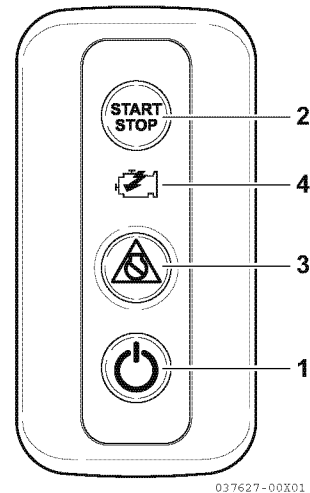

Figura 1
4. Prima o interruptor de energia no painel de interruptores da estação seleccionada (1, **Figura 1**).
9. Prima o botão ARRANCAR/PARAR motor (2, **Figura 1**) e ligue o motor de arranque.